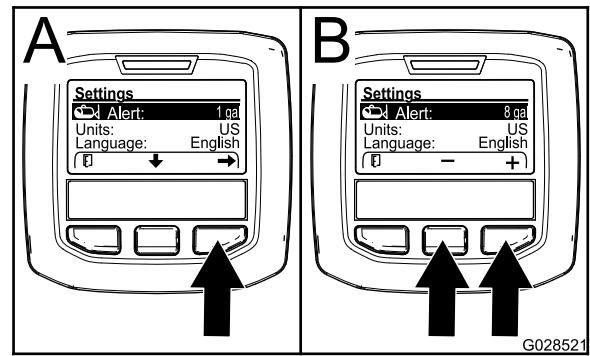

Bild 70
3. Drücken Sie die rechte Auswahltaste (Bild 70).
4. Geben Sie mit der mittleren oder rechten Auswahltaste eine Mindestmenge im Behälter an, bei der die Warnung beim Sprühen angezeigt wird (Bild 70).
2. Drücken Sie die mittlere Auswahltaste, um die Warneinstellung zu markieren (Bild 70).